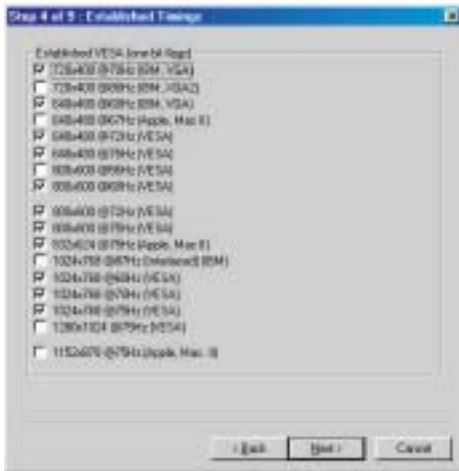

Fig. 18
3. Click **Next**, bring up Fig. 18.